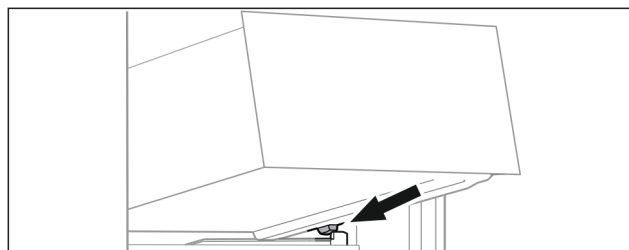

Fig. 76
- ▶ Așezați sertarul oblic în spatele opritoarelor pe nervura recipientului. (vezi Fig. 76)